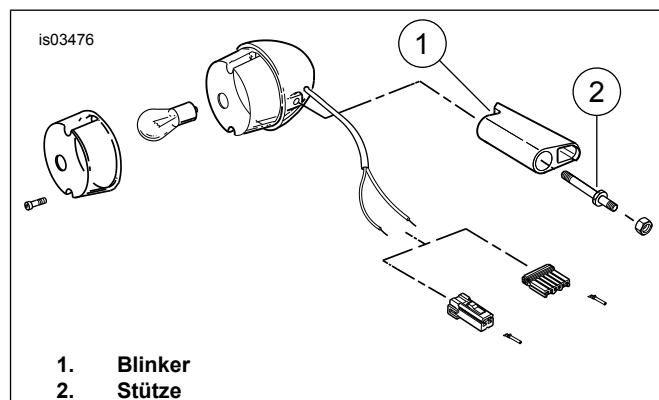

Abbildung 2. Hinterer Blinker (Typische Airfoil Style Halterung)
2. Siehe Abbildung 2. Die rechte und linke Blinker von den Halterungen entfernen und entsorgen. Befestigungsteile zum Wiedereinbau aufheben.
- Siehe Abbildung 2. Stützbolzen durch Strebenabdeckung unter Benutzung der in Schritt 2 entfernten Befestigungsteile anbringen.